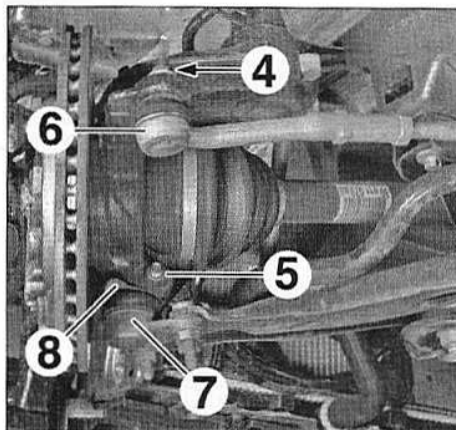

FIG.5
- l'écrou (4) (Fig.5),
- le boulon de bridage (5).
- la rotule de direction (6),
- la rotule inférieure (7).
- Récupérer la protection (8) de la rotule.